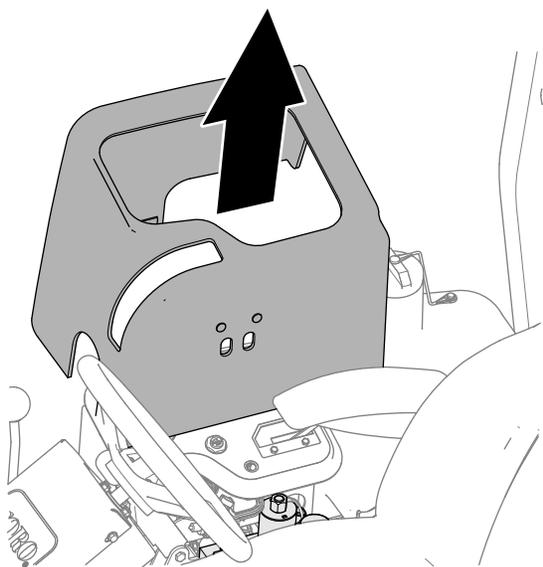

Figura 93
3. Eleve a cobertura da consola montada magneticamente (Figura 93) para expor o coletor do cortador.